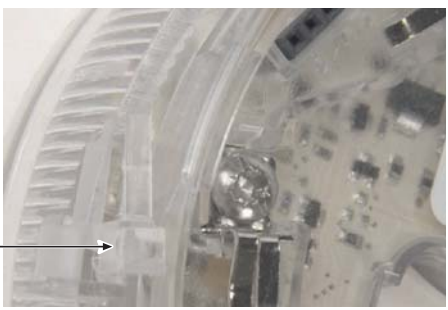

Fig. 3 Setzen der optionalen Sperre.
- 5) Fit the locking device (supplied) to the base, pressing it in until it is fully seated. See Fig. 3.
- 5) Posizionare il dispositivo di bloccaggio (fornito) sulla base, premendolo fino al suo completo bloccaggio. Vedere Fig. 3.